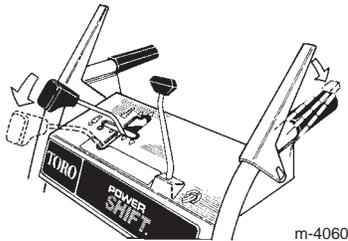

Bild 21
- Bewegen Sie den Schalthebel ganz nach vorne in die Stellung Power Shift und lassen Sie ihn dort (Bild 21).
- Kuppeln Sie den Fahrtriebshebel ganz ein, um die Räder in die andere Stellung zu bringen (Bild 21 und 22).